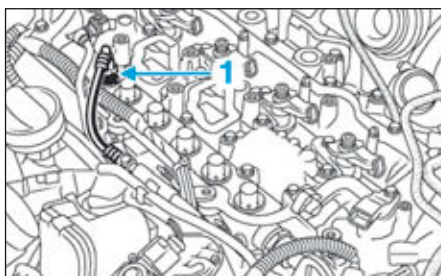

FIG.143
- Débrancher le raccord (1) (Fig.143) du tuyau de retour de carburant sur la rampe commune.